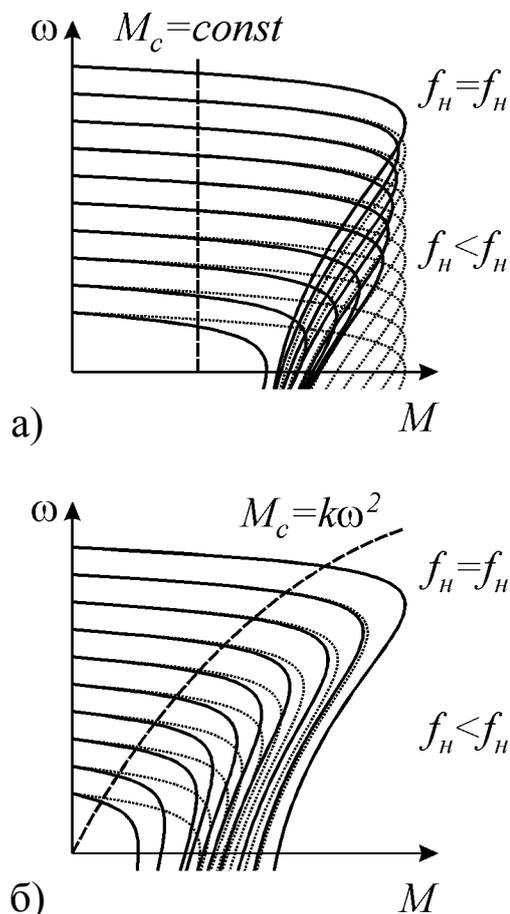

Рис.1. Механические характеристики частотно-регулируемого асинхронного электропривода:
Из общей формы записи (2) выводятся частные случаи законов частотного регулирования для различных видов нагрузки. Так, при активной нагрузке и реактивной нагрузке типа «идеальное сухое трение» закон частотного управления принимает наиболее распространенную форму  $U_1 / f_1 = const$  (рис. 1, а), а при реактивной нагрузке типа «вентиляторная характеристика» – форму  $U_1 / f_1^2 = const$  (рис. 1, б).